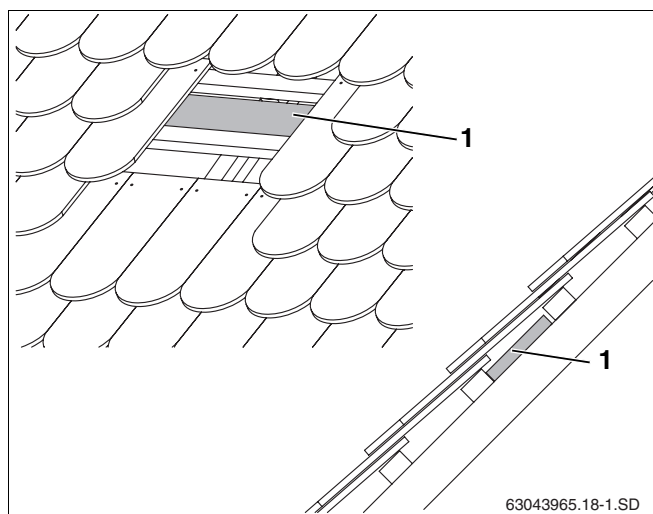

Fig. 16 Montaggio di assi/tavole, ove necessario
A seconda della posizione dei ganci da tetto potrà essere necessario disporre sui travetti (ad esclusione dei controlistelli) delle assi/tavole (fig. 16, **pos. 1**) sufficientemente portanti per poter montare il gancio da tetto fra i travetti.